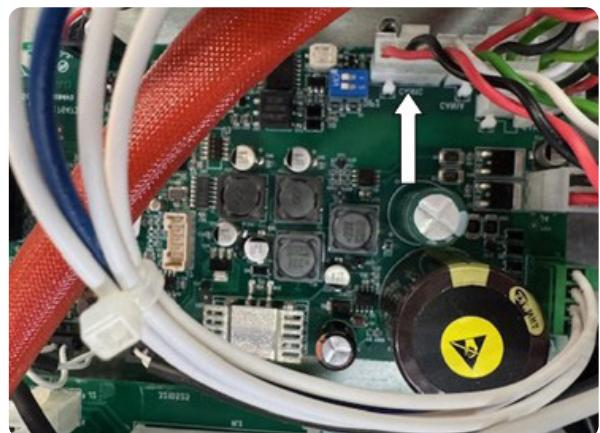

Fig. 6
- ◆ Collegare il connettore 4-poli all'estremità opposta della connessione 5587505 (pos.3) al connettore CAN1C del circuito di controllo 5602684 posizionato sopra il tunnel come mostrato in Fig.6;